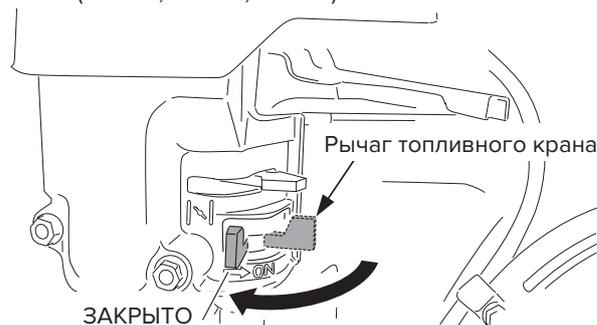

Рис. 30
3. Закройте топливный кран (рис. 30).